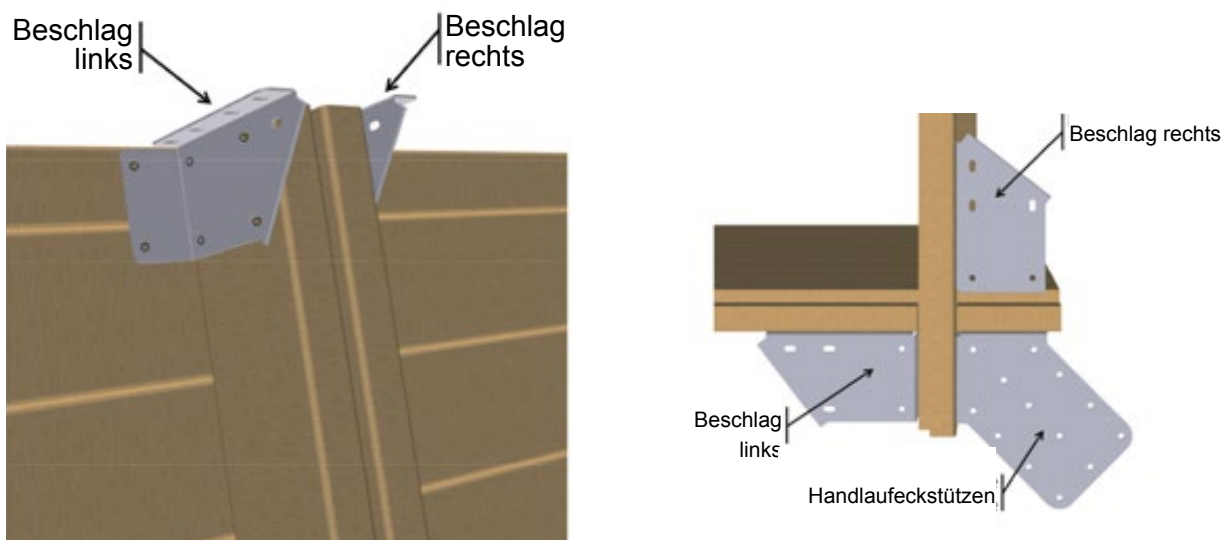

Abbildung 18 – Positionierung der Beschläge am oberen Ende der Streben Abbildung 19 – Anbringen der Beschläge in den Ecken
- Bringen Sie am oberen Ende der Streben vier «rechte» und vier «linke» Beschläge aus dem Kit «Befestigungselemente» wie in **Abbildung 18** an. Verwenden Sie 6 Torx-Gewindeschrauben 6 x 20 aus A2 Edelstahl (Pack G) pro Beschlag, also insgesamt 48 Schrauben.